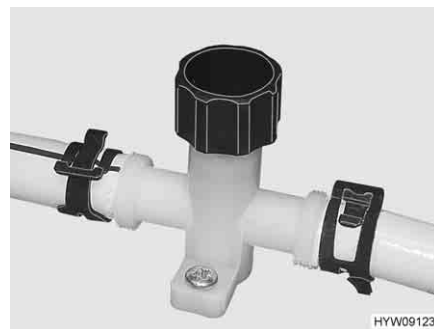
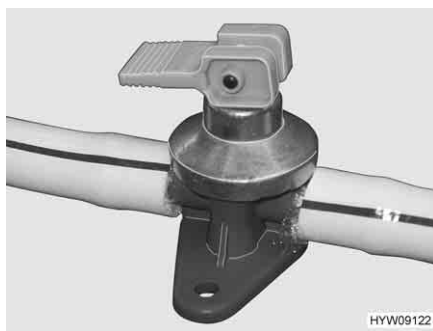

Fig. 185 Rubinetto di scarico (tubatura dell'acqua)
Fig. 186 Rubinetto di scarico (boiler Alde)
- Chiudere i rubinetti di scarico (Fig. 186 e Fig. 185). Chiudere i coperchi in senso orario oppure posizionare la leva a bilanciere in posizione orizzontale. L'ubicazione delle valvole di sicurezza/di scarico e dei rubinetti di scarico è riportata al paragrafo 10.6, alla fine di questo capitolo.